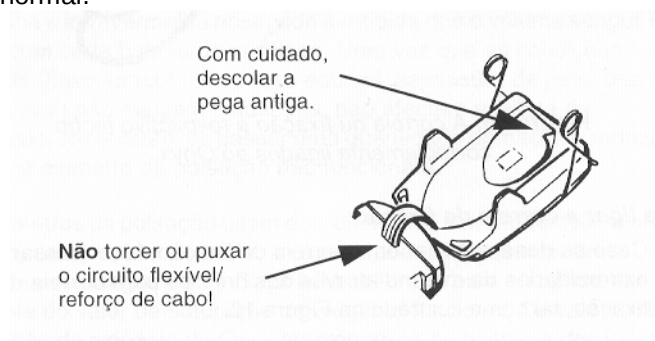

Figura 9. Retirar a pega de fixação antiga.
2. Descolar com cuidado a pega de fixação antiga, afastando-a da superfície (Figura 9).